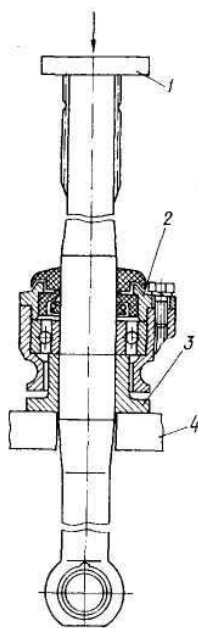

Рис. 153. Спрессовка подшипникового узла с полуоси:
- наденьте оправку 3 (рис. 153) на полуось, поставьте полуось с оправкой на тиски и ударами молотка через проставку 1 спрессуйте подшипниковый узел вместе с грязезащитным кольцом;